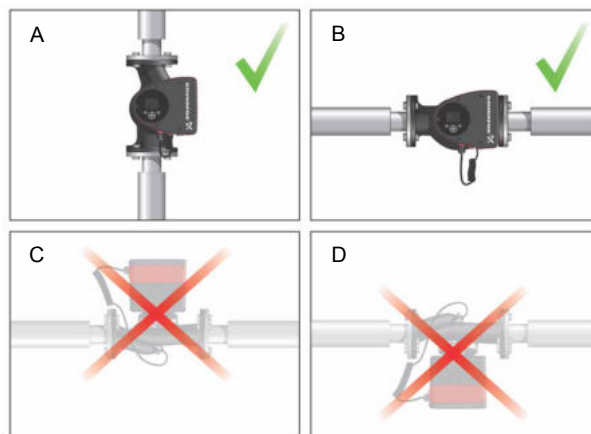

Fig. 7 Pump installerad med horisontell motoraxel
- Pump korrekt installerad i vertikal ledning. Se fig. 7, pos. A.
- Pump korrekt installerad i horisontell ledning. Se fig. 7, pos. B.
- Installera inte pumpen med motoraxeln vertikal. Se fig. 7, pos. C and D.